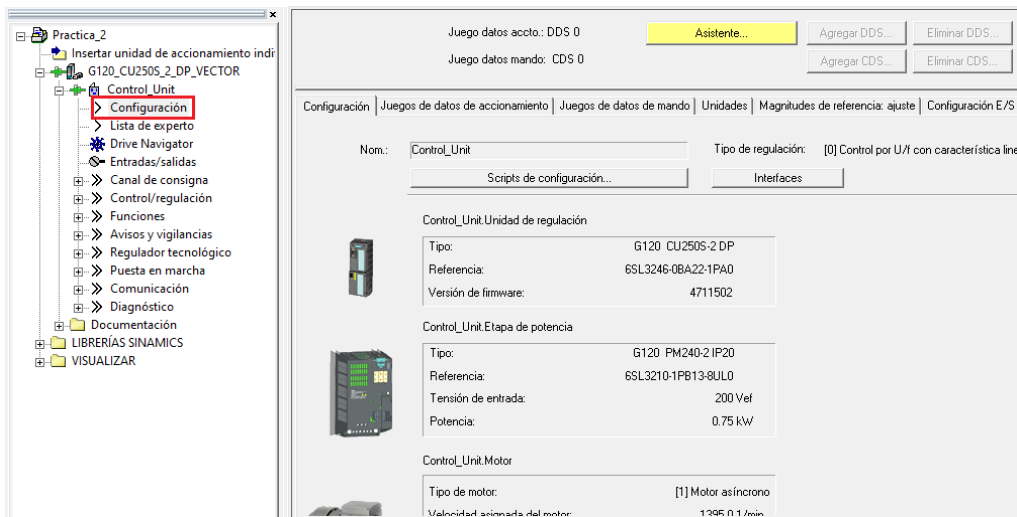

Figura 25: Ventana de configuración
- Luego presionar doble clic en la opción “Configuración” y se abrirá una ventana que indicará el tipo, referencia y versión de la unidad de control (Control Unit) y Módulo de potencia (Power Module) que ha sido detectado (ver Figura 25).